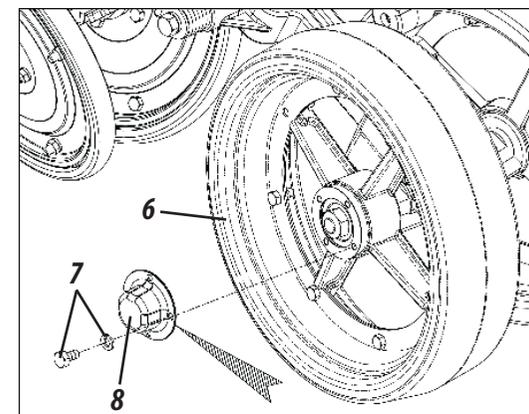

Figura 64
03 - En las ruedas oscilantes (6) suelte los tornillos y arandelas (7), retire el tapacubos (8) e introduzca grasa nova. Recoloque el tapacubos en la rueda y fíjela con los tornillos y arandelas (8), según muestra la figura 64.